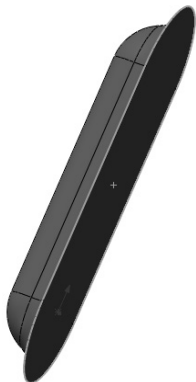
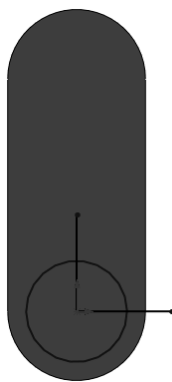

图 10-139 选择草图基准面
图 10-140 绘制定位草图
8) 单击图 10-139 中所示的底面, 然后单击“标准视图”工具栏中的 $\downarrow$ (正视图)按钮, 将该表面作为绘制图形的基准面。单击“草图”控制面板中的 $\odot$ (圆)按钮和 — (直线)按钮, 以基准面的中心为圆心绘制一个圆和两条互相垂直的直线, 如图 10-140 所示, 单击 $\square$ (退出草图)按钮。